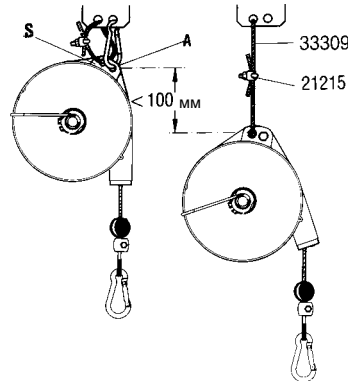
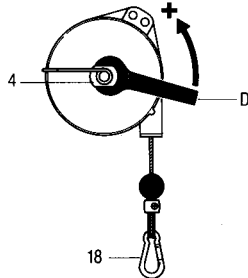
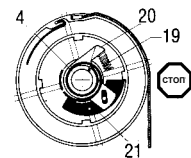

Рис. 4
Рис. 3
Рис. 6
- Для увеличения грузоподъемности необходимо вращать втулку (4) против часовой стрелки с помощью ключа (D) (рис. 2). ● Для уменьшения грузоподъемности нужно вручную повернуть по часовой стрелке пружину (3) (рис. 3). ● **Учитывая, что именно натяжением этой пружины поддерживается свободное вращение барабана, балансир не следует эксплуатировать с нагрузкой, которая была бы меньше минимальной грузоподъемности (см. рис. 5).** Если барабан оказался заблокированным, причиной этого может быть либо поломка пружины в результате длительной эксплуатации, либо настройка на недостаточно высокую грузоподъемность (см. рис. 6); регулирование с помощью ключа D в целях увеличения грузоподъемности должно выполняться с подвешенным грузом при поочередном подъеме или опускании этого груза. Убедиться в том, что при полностью смотанном тросе (8) функционирование балансира не нарушается. ● Если с грузом в верхней части хода происходит блокирование барабана, необходимо действовать в последовательности, которая описана в предыдущем разделе для настройки более высокой грузоподъемности. Или же ограничить длину хода вверх, сместив для этого зажим (16). Но если таким образом проблему решить не удастся, балансир следует заменить другим, с меньшей грузоподъемностью. ● Во время работы нельзя допускать полного разматывания троса. Разматывание должно блокироваться не менее чем за 50 мм до нижнего предела хода (рис. 4).